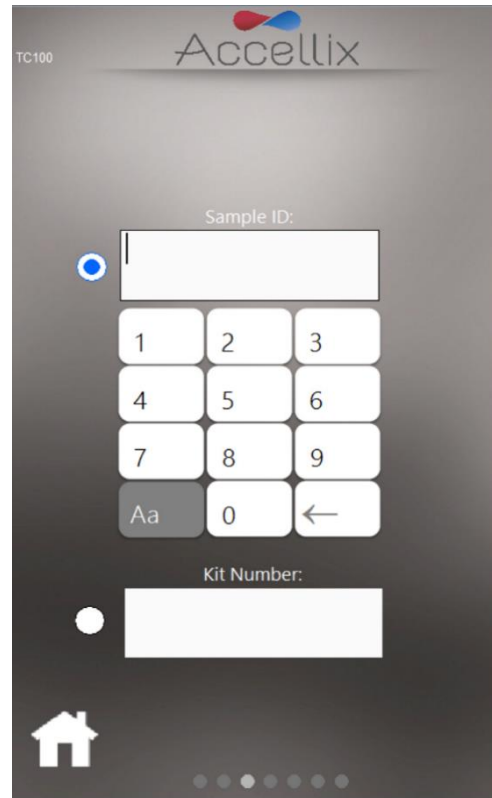

Abbildung 37: Bildschirm „Enter Sample ID“ (Proben-ID eingeben) (mit und ohne „Kit Number“ (Kit-Nummer))
6. Geben Sie auf dem Bildschirm **Enter Sample ID** (Proben-ID eingeben) (Abbildung 37) die Proben-ID über den Nummernblock auf dem Bildschirm, über eine externe Tastatur oder einen Barcode-Scanner ein. Die Proben-ID wird dann auf allen nachfolgenden Bildschirmen des Assay-Laufs angezeigt.
Hinweis: Bei einer optionalen Konfiguration der Software muss der Benutzer auch eine „Kit Number“ (Kit-Nummer) eingeben. (Siehe das Bild auf der rechten Seite von Abbildung 37)